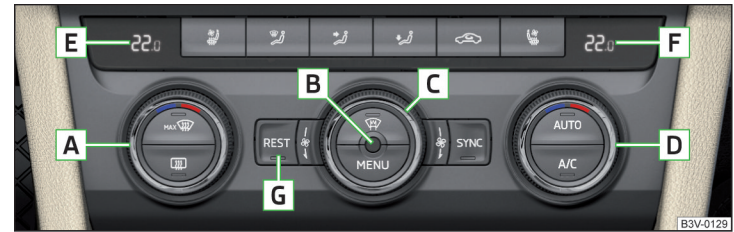
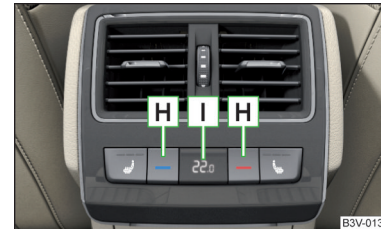

Abb. 153 Bedienungselemente vorn
Abb. 154 Bedienungselemente hinten
Funktionen der einzelnen Bedienelemente » Abb. 153 und » Abb. 154
- Den Innenraumtemperatursensor **[B]** » Abb. 153 nicht überdecken, sonst könnte die Climatronic ungünstig beeinflusst werden.